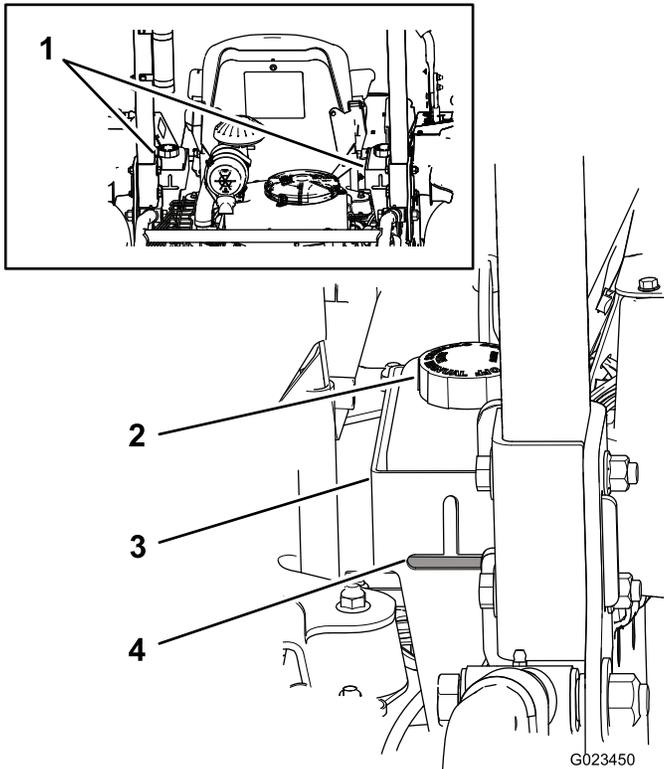

図 18
油圧オイルタンクに高品質の油圧オイルを満たした状態で出荷しています。油圧オイルの点検は、オイルが冷えている状態で行うのがベストです。マシンは移動走行モードになっていることが必要です。オイルの高さが、油圧オイルタンク後部にあるのぞき窓 図 18 の水平部分よりも低い場合には、水平部分の高さまでオイルを補給してください。入れすぎないようにしてください。オイルの高さがのぞき窓の水平部分の最上部までである場合には、補給は不要です。推奨オイルの銘柄を以下に示します
注 図 18 に示すように、それぞれの口の根元までオイルがあればよい。
- A. 異物をタンクに入れないよう、各油圧オイルタンクのキャップ取り付け部周辺をウェスできれいに拭く 図 18。